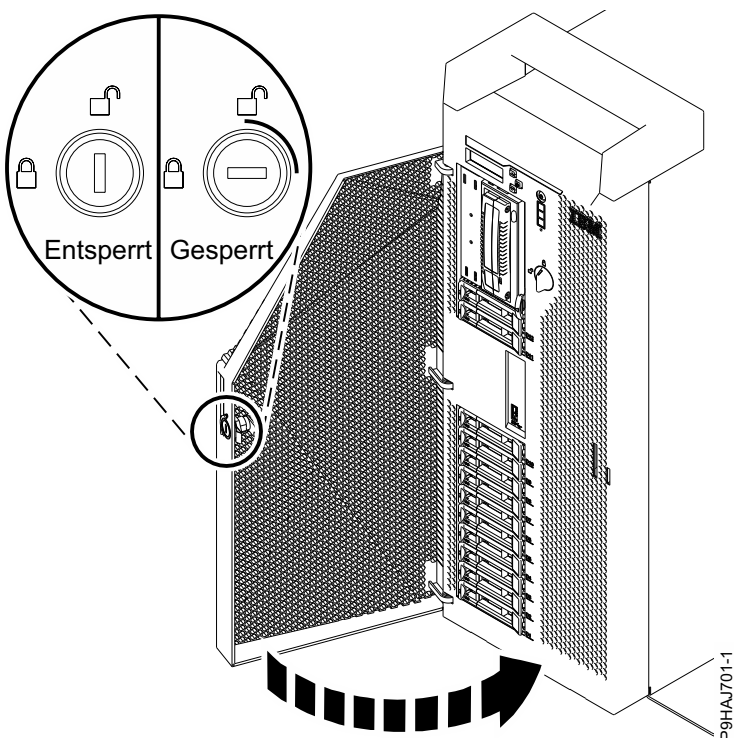

Abbildung 50. Vordere Klappe verriegeln
5. Schließen Sie die vordere Klappe. Stecken Sie den Schlüssel der vorderen Klappe in das Schloss (siehe Abb. 50). Drehen Sie den Schlüssel nach rechts (im Uhrzeigersinn), um die Klappe zu verriegeln. Horizontal bedeutet, dass die Klappe gesperrt ist; vertikal, dass sie entsperrt ist.